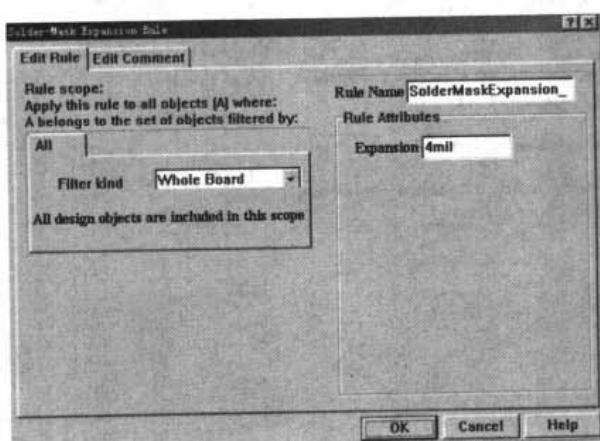

图 10-108 Solder-Mask Expansion Rule (阻焊层延伸度) 设置对话框
- Solder Mask Expansion: 阻焊层延伸度。用于设置阻焊层上预留的焊盘和实际焊盘的径向差值。Solder-Mask Expansion Rule（阻焊层延伸度）设置对话框如图 10-108 所示。